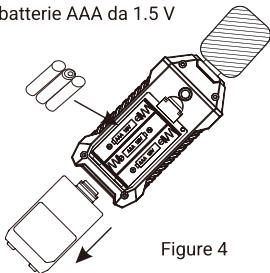

Figure 4
1. バッテリーカバーを開けて、AAA サイズ 1.5V のバッテリーを 3 本挿入してください（図 4 を参照）。